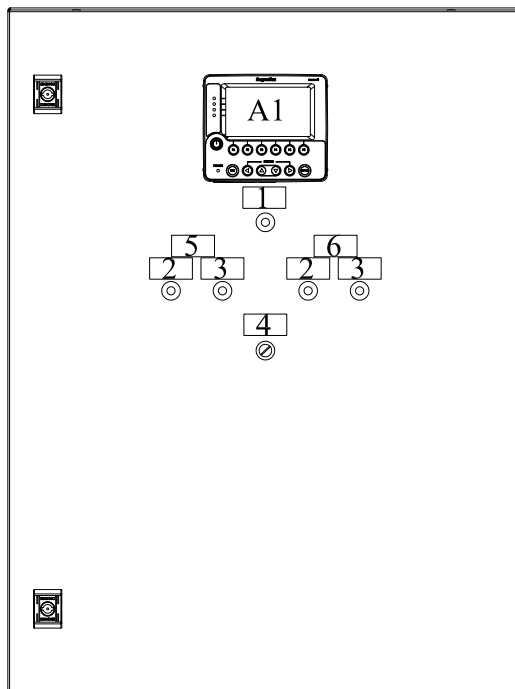

Рис. 4
- 8.4.1. Установить переключатель режимов (поз. 4, рис. 4) на передней стенке шкафа управления в положение «Ручной».